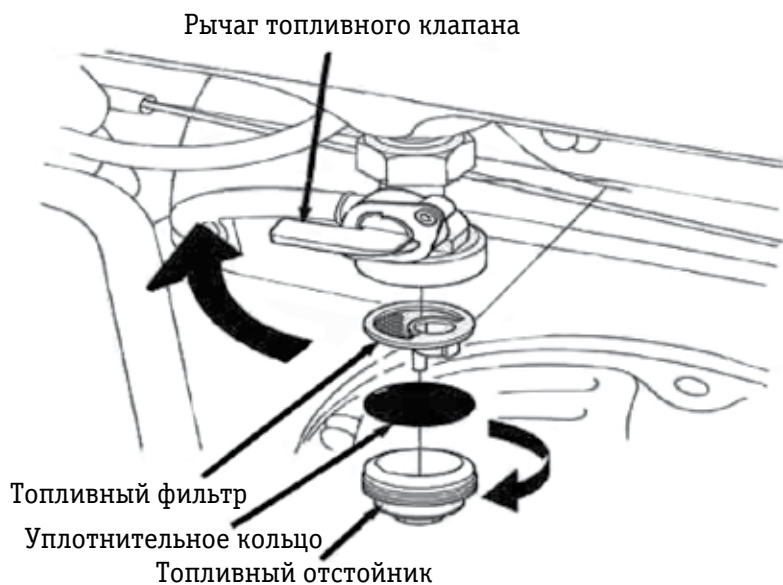

Рис.4.3.
2. Отсоедините топливный отстойник, топливный фильтр и кольцо уплотнения согласно схеме (рис. 4.3).